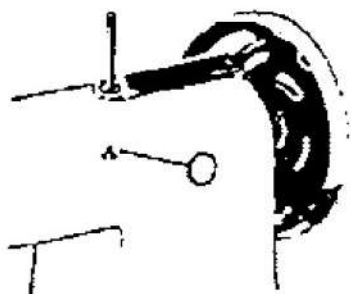

Рис.10
(1) Снимите резиновую пробку (A) с ручки машины (рис. 10).